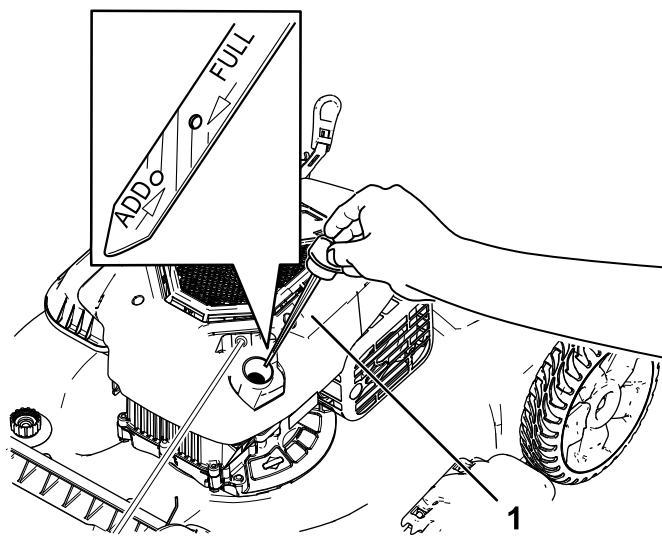

図 12
2. キャップを左に回してディップスティックを抜き取る図 12。
5. ディップスティックの目印で油量を点検する図 12。
- 油量が少なすぎる場合図 12は、補給管から少量の SAE 30 または SAE 10W-30 洗浄性オイルを補給し、3 分間待って量を確認し、ステップ3-5を繰り返して適正量までオイルを入れる。オイルの種類については**3 エンジンにオイルを入れる (ページ 4)**を参照。
- 油が多すぎる場合図 12は、余分のオイルを抜いて適正量までオイルを減らす **エンジンオイルの交換 (ページ 16)**を参照。